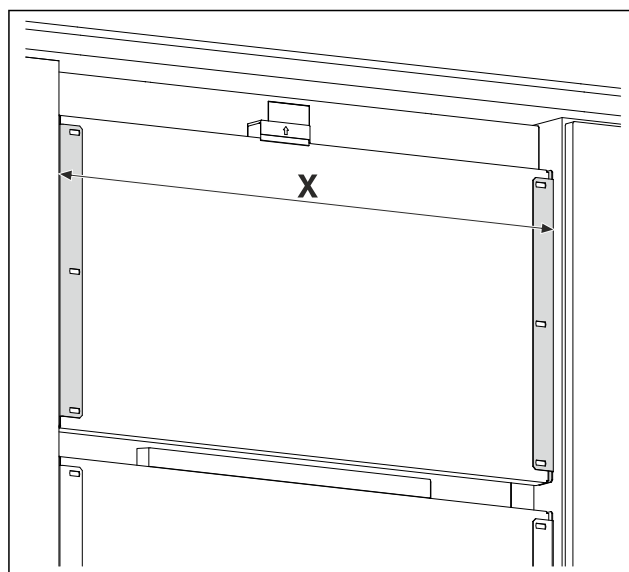

Fig. 18 Przykładowa prezentacja
- ▶ Zmierzyć odstęp Fig. 18 (X) pomiędzy krawędziami zewnętrznymi kątowników mocujących.